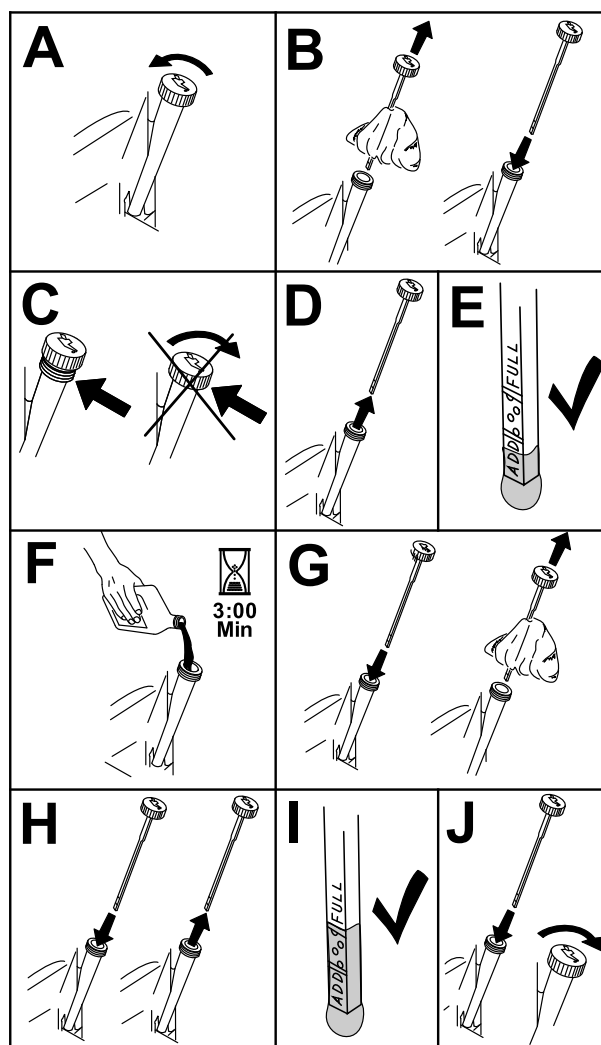

Figura 23
- Para manter sujidade, aparas de relva, etc., fora do motor, limpe a zona em torno do tampão de enchimento do óleo e a vareta antes de a remover (Figura 23).